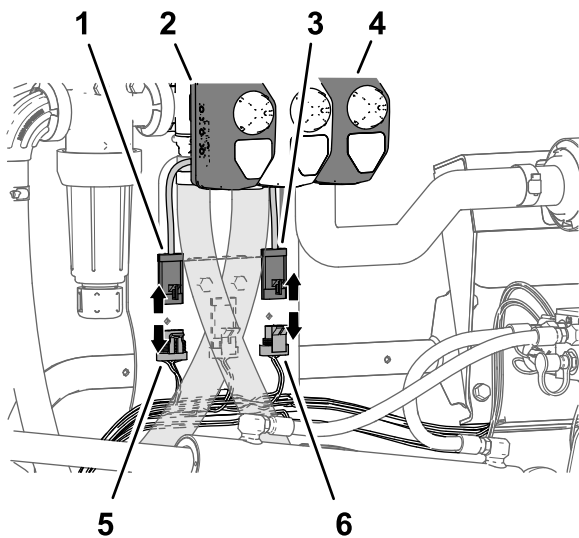

图32
2. 将标有喷洒率阀的机器线束 4 插槽接头 图32 从喷洒率阀致动器的 4 针接头处断开。
3. 将标有主喷洒阀的机器线束 3 插槽接头图32从主喷洒阀致动器的 3 针接头处断开。